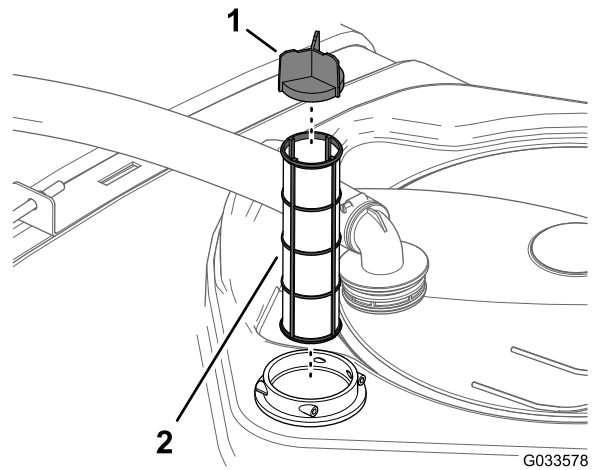

図 110
4. フィルタハウジングタンク内部から古いフィルタを取り出す 図 110。